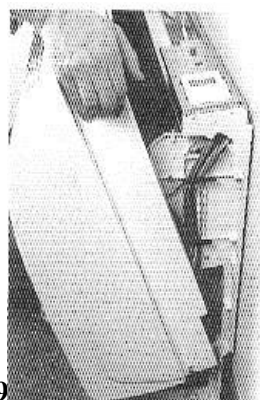

Рис. 9
**Внимание:** при установке предусматривают достаточное расстояние для доступа к винтам. После этого используя пазы по бокам снимают корпус (рис. 9).